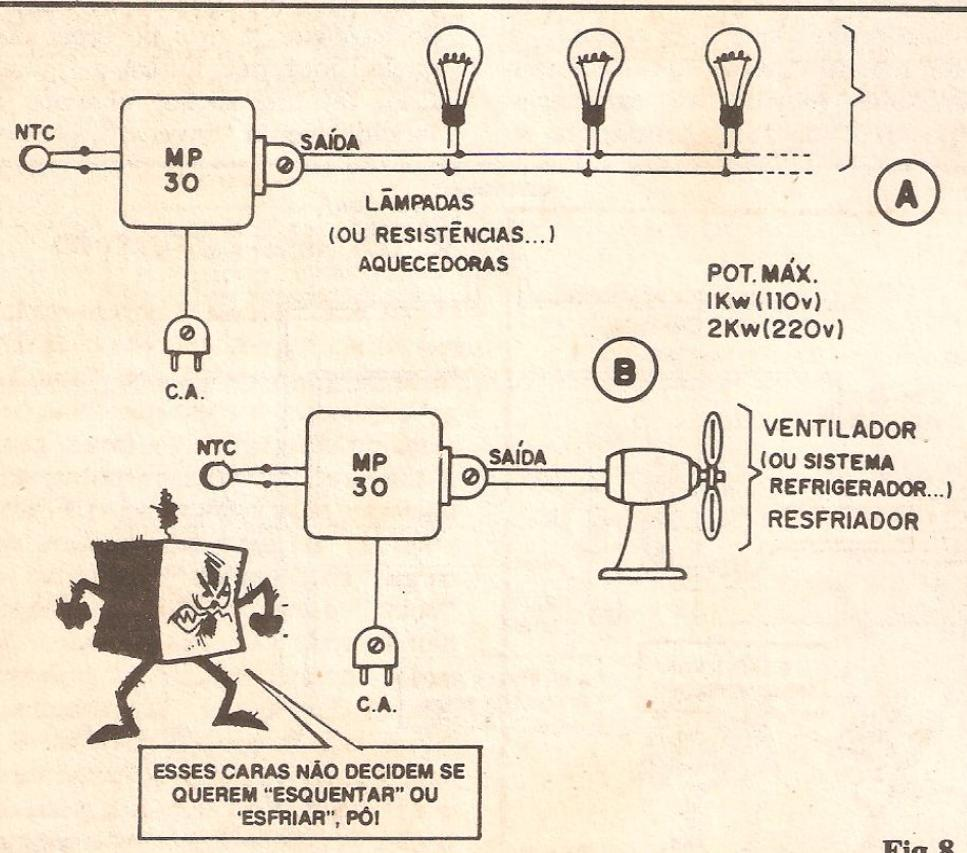
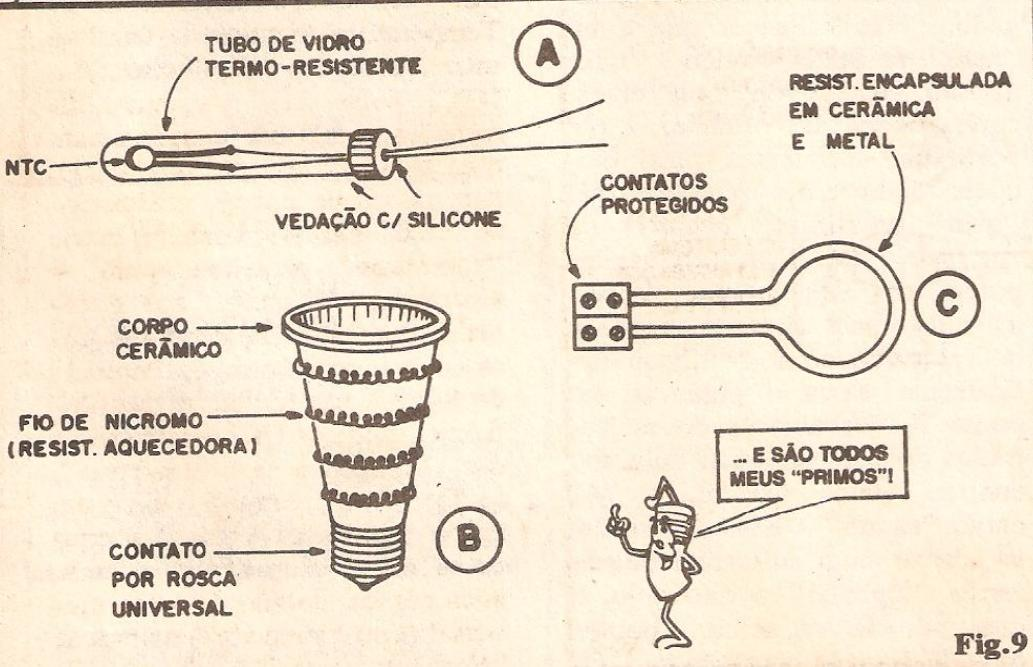

Fig.8
Fig.9
- FIG. 8 - ARRANJOS TÍPICOS PARA UTILIZAÇÃO - No diagrama 8-A temos um arranjo básico para utilização na função “frio liga”, ou seja: aquele em que a MP-30 aciona automaticamente elementos aquecedores assim que a Temperatura controlada “caia” a um pré-determinado “limiar”... Observem que a sugestão indica o uso, como “elementos aquecedores”, de simples lâmpadas incandescentes (uma solução prática muito adotada - por exemplo - em chocadeiras elétricas...), mas nada impedindo que “resistências aquecedoras” mesmo, industrial-
- FIG. 9 - O TERMO-SENSOR E OS ELEMENTOS AQUECEDORES, NA PRÁTICA - “Os dedos” da MP-30 são representados pelos termísteros NTC... É “ele” que “sente” as variações na Temperatura (revejam a “Aula” nº 11, se já tiverem esquecido seu funcionamento...) e “traduz”, electricamente, tais condições ao circuito, para que sejam tomadas as “devidas providências”...). Pela sua importância no desempenho geral do THERMOSTATO, o sensor merece algum “respeito” e cuidado... Se, por exemplo, o meio controlado for um fluido, líquido (água ou solução química...), convém impermeabilizar bem o NTC, eventualmente encapsulando-o num tubinho de vidro termo-resistente (pirex), conforme sugere o diagrama 9-A. O tal tubinho deve ser dotado de tampa, e a vedação desta deverá ser promovida com silicone ou cola de epoxy... Com tal construção, o sensor poderá, “sem medo”, ser “mergulhado” em qualquer líquido, mantendo suas funções, devidamente protegido... Existem, é claro, outras possibilidades de dar uma “roupa” ou proteção ao NTC, soluções que dependerão muito do tipo de aplicação, e surgirão naturalmente da criatividade e bom senso do Leitor/“Aluno”... Outro exemplo: no monitoramento/sensoreamento da Temperatura de “algo sólido” (a estrutura de um maquinário...), o NTC, pelas suas pequenas dimensões, pode ser simplesmente colado à conveniente superfície, com massa de epoxy, utilizando-se esse adesivo também como “cobertura” protetora para o termíster... Já quanto aos eventuais elementos aquecedores comandados pela Saída de Potência da MP-30, são muitas as possibilidades práticas (já mencionada a das “lâmpadas esquentadoras”, na fig. 8-A...): em 9-B vemos um típico aquecedor com filamento de nicromo, com estrutura cerâmica cônica, dotado de rosca universal (tipo “lâmpada”) na base... “Esquentamentos” de pequena ou